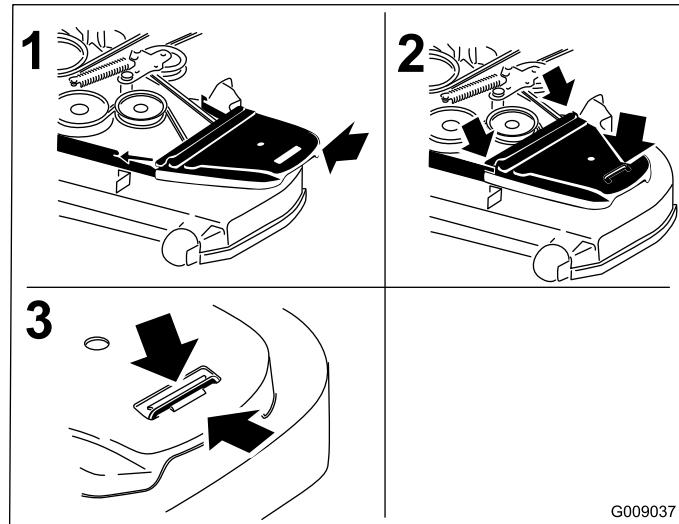

Figura 79
- Instale las cubiertas de la correa (Figura 79).